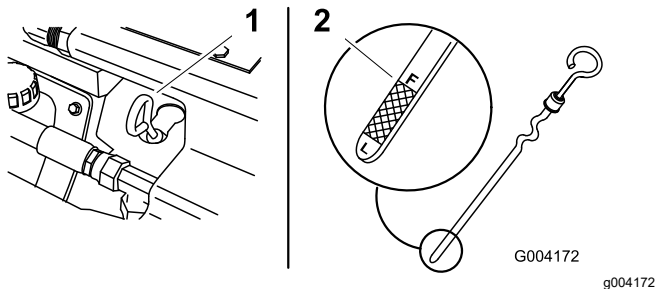

Figura 37
4. Limpie la zona alrededor de la varilla de aceite (Figura 37).
5. Retire la varilla y limpie el extremo metálico (Figura 37).
6. Introduzca la varilla a fondo en el tubo de la varilla (Figura 37).